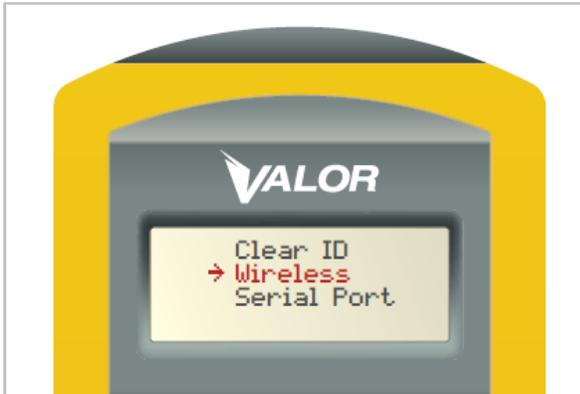

Figura 19
1. La flecha del cursor debe estar apuntando la opción "Wireless". (Figura 19)